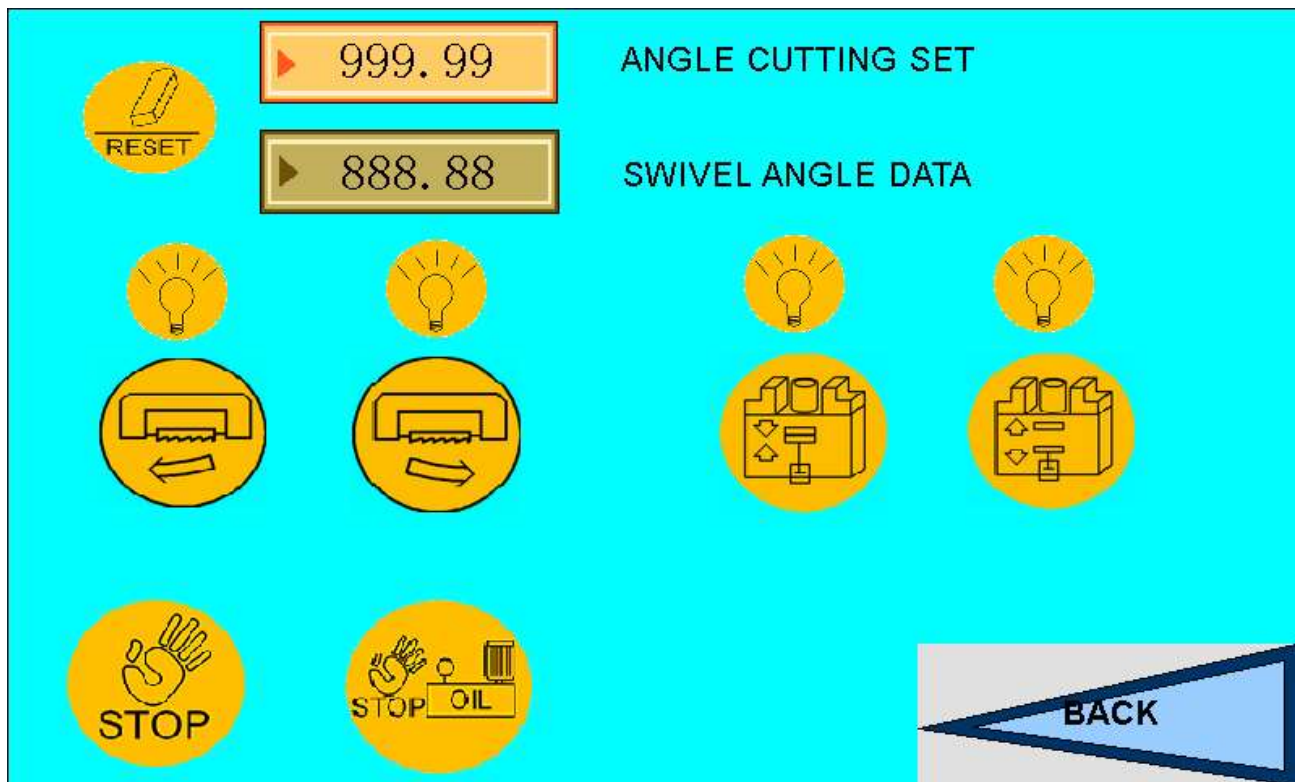

рис. 4
3. Нажмите на кнопку («Настройка угла»), после чего будет выполнен переход в ручной режим (рис. 4).
Как показано на рис. 4, при первом нажатии на кнопку  («Стоп»),